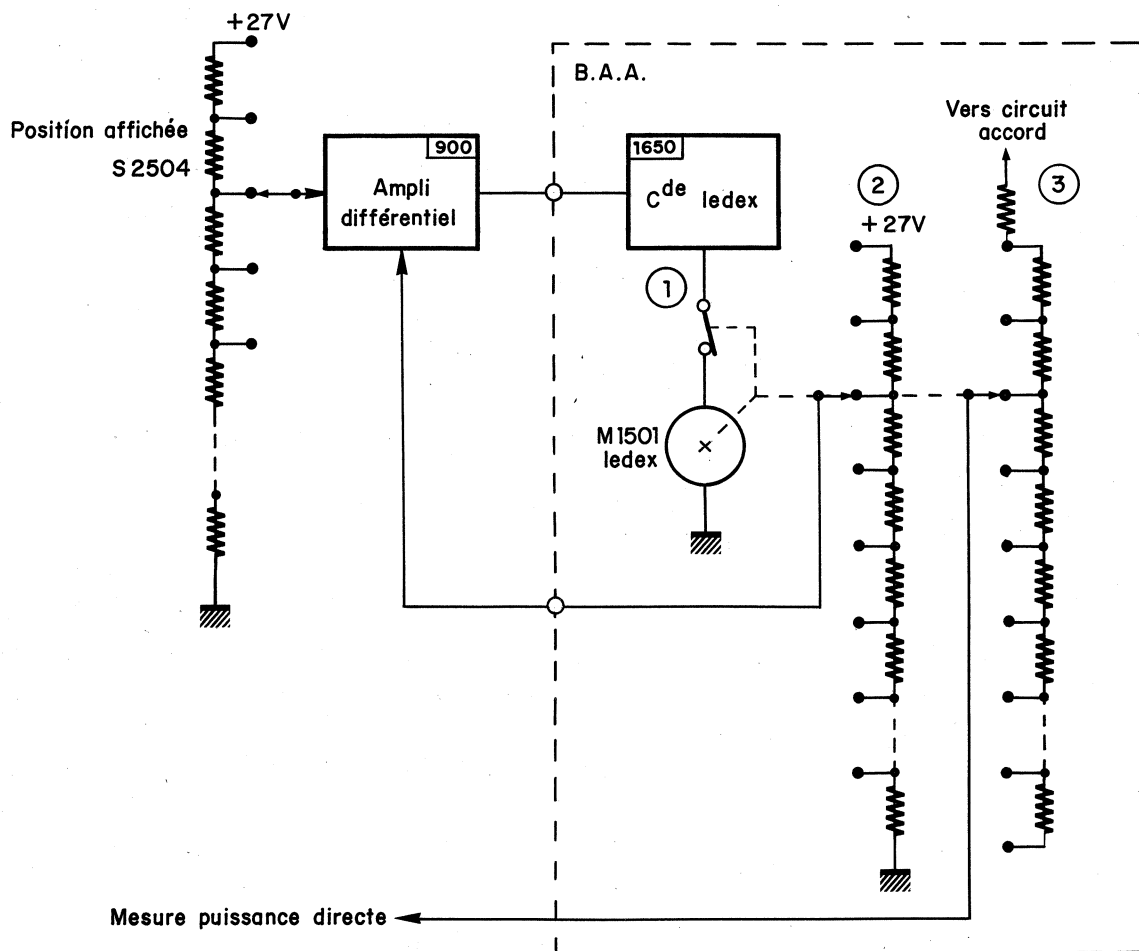

Fig. 3-33
3.2.11.2 - Amplificateur différentiel (Pl. 21 et Fig. 3-33)